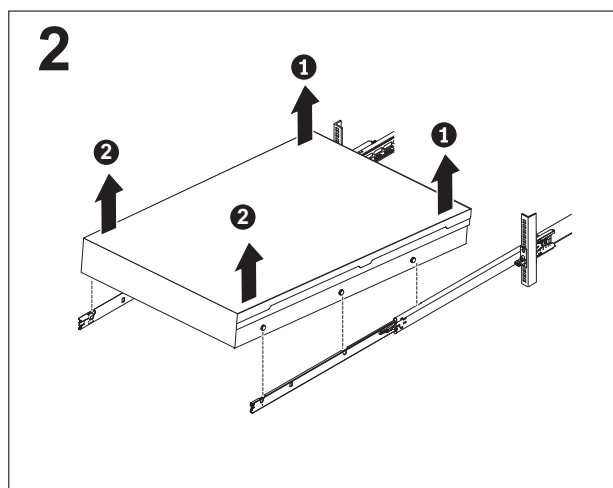

Figura 33. Erguendo o servidor dos trilhos deslizantes
6. Levante a parte traseira **1** do servidor para o nível o servidor após as cabeças dos pregos frontais desobstruírem as travas, conforme mostrado em Figura 33.